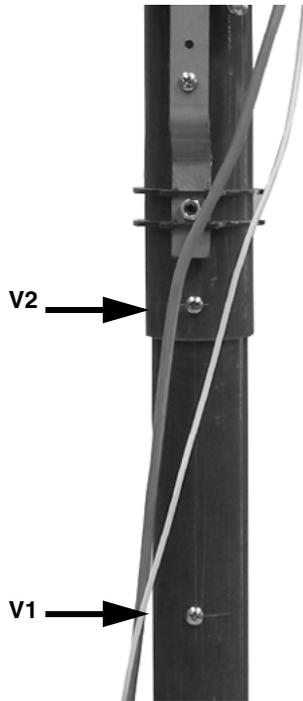

Fig. 25
- 1 Extraer los tornillos V1 y V2 indicados en Fig. 25.